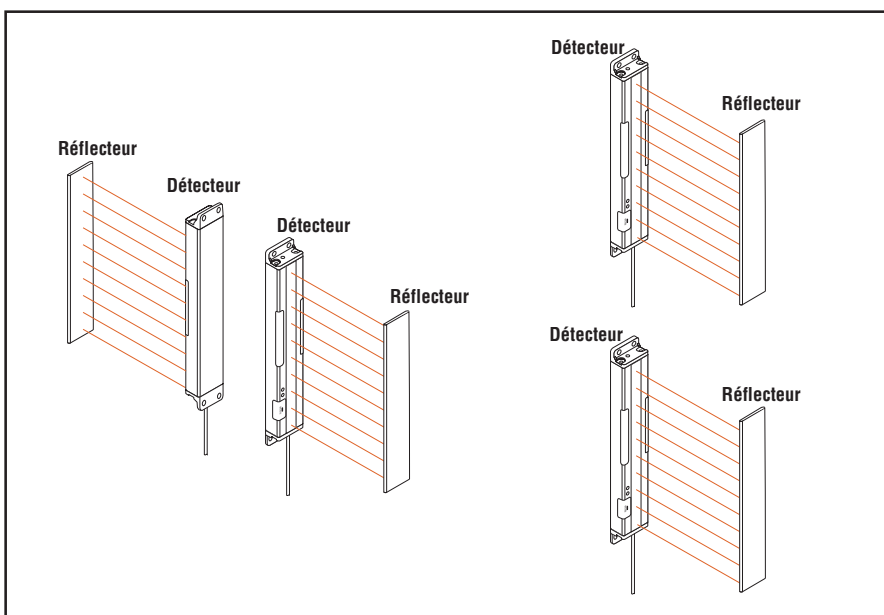

Figure 9. Position relative de plusieurs détecteurs pour éviter les interférences
- Installer les détecteurs et les réflecteurs (ou les parois des casiers) comme l'indique la Figure 9.